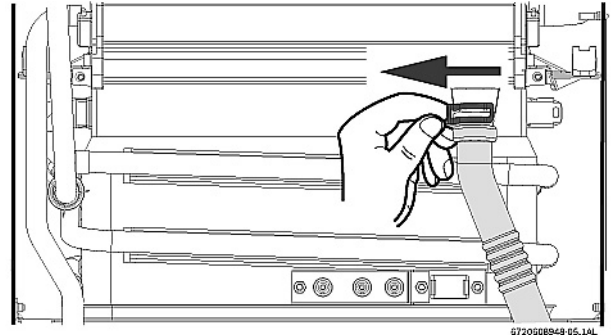

Fig. 74
- Verwijder de clip en maak de bovenkant van de condenswaterbuis los, zie fig. 74.
- Enlever le clip et soulever l'extrémité du tuyau, voir fig. 74.